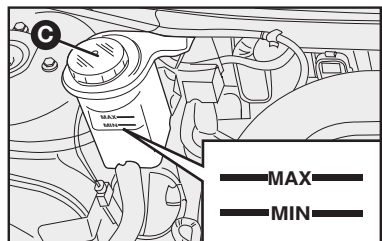

fig. 5
FLUIDO PARA A DIREÇÃO HIDRÁULICA - fig. 5
- Retirar a tampa C-fig. 5.